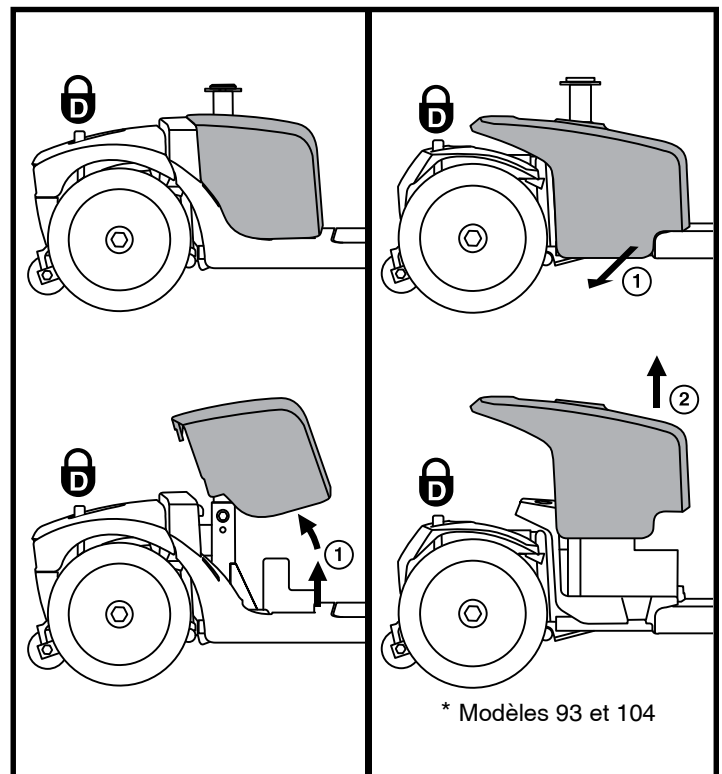

Figure 13. Retirer/Installer le protecteur de la batterie
1. Retirez le siège et le capot à batteries. **Voir la figure 13.**